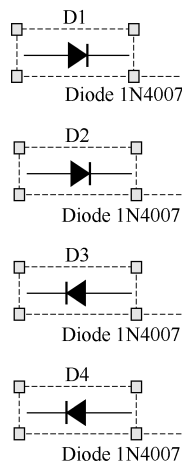

图 2.4.7 垂直等距排列
(3) 然后选择“Alignment Tools (排列工具组)”中的“Align Objects Space Equally Vertical (垂直等间距对齐对象排列)”选项，4 个二极管在垂直方向等距排列，如图 2.4.7 所示。